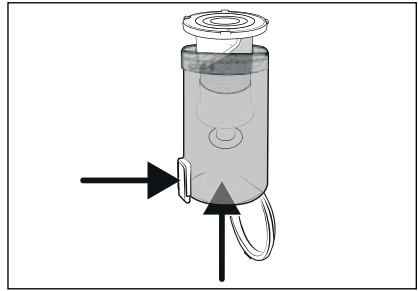

Fig. 23
- 3) Rimuovere il filtro in acciaio inox **6** dal contenitore di raccolta dello sporco **7** premendo il tasto di sblocco per il coperchio del contenitore di raccolta dello sporco **8**. Estrarre, quindi, il filtro in acciaio inox **6** dal contenitore di raccolta dello sporco **7** dal basso (vedere fig. 23).